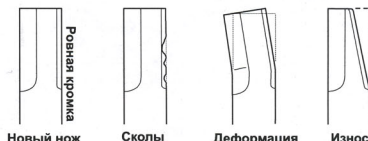
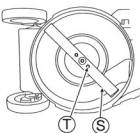

Рис. 18.
Рис. 19.
- 1 Убедитесь, что на ноже (S) отсутствуют признаки деформации, износа и повреждений. (См. рис. 18.)
- 2 Если нож (S) или его крепежные болты (Т) изношены, сломаны или деформированы, замените их на оригинальные новые.
- 3 Убедитесь, что болты крепления (Т) ножа затянуты с указанным моментом затяжки. (См. рис. 19.)
- 3 Убедитесь, что болты (Т) крепления ножа затянуты с указанным моментом затяжки. (См. рис. 19.)